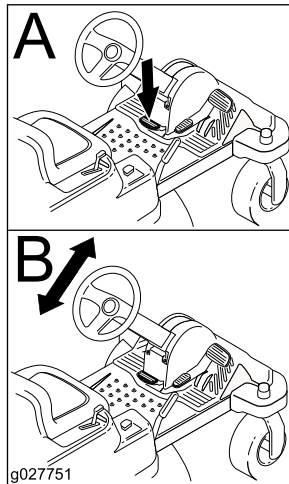

Figure 10
2. Positionnez le volant à la position voulue (Figure 10).